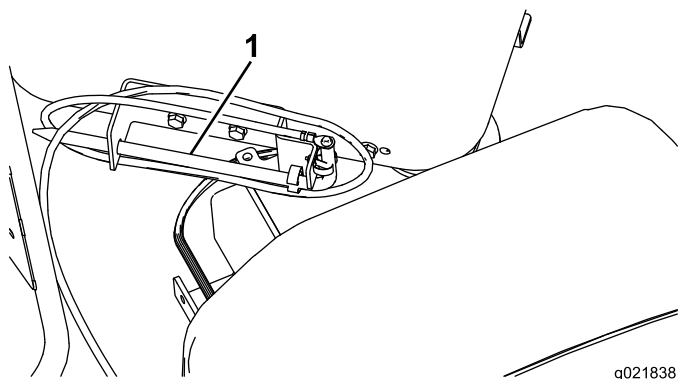

Рисунок 85
- Удалите стойку заземления с держателя на стороне платформы оператора (Рисунок 85).
2. Переведите буровую каретку полностью вниз в буровую раму и произведите распыление состава для резьбовых соединений на резьбовую поверхность шпинделя, затем верните буровую каретку в верхнюю часть рамы (Рисунок 85).